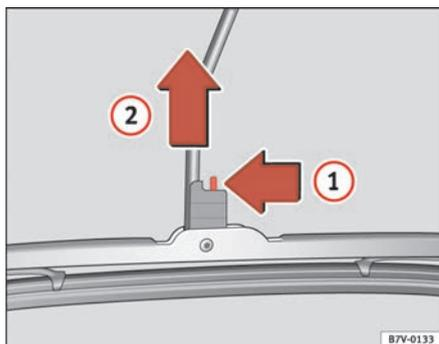

Fig. 147 Cambio del limpialuneta
- Desbloquee el seguro de la escobilla del brazo limpialuneta en el sentido que la flecha ⇒ fig. 147 ①, y tire a su vez ligeramente de la escobilla en el sentido que indica la flecha ②.
- Extraiga la escobilla en dirección contraria a la que indica la flecha ②.
- Introduzca ligeramente una escobilla nueva, de **idéntica longitud y diseño**, en la dirección que indica la flecha ② y enganche la escobilla en el brazo.
- Introduzca la escobilla en el sentido opuesto al que indica la flecha ②, hasta que encastre.